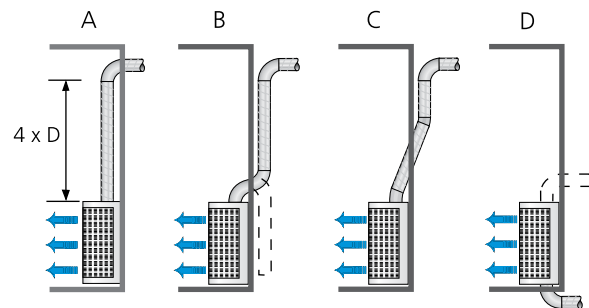

Рис. 4. Примеры влияния способа подключения терминала на уровень шума.
Следует иметь в виду, что в диаграммах выбора представлены характеристики при эквивалентной площади звукопоглощения 150 м², что означает весьма высокие скорости воздуха в терминале. Следует также определить правильное подключение воздухопроводов - без создания дополнительного шума. См. рис. 4.
- Значения дБ (А) приведены для помещений с звукопоглощением, эквивалентным площади 150 м² и на расстоянии 2 м от терминала, а также при прямом, без помех, участке подключенного воздуховода. См. рис. 4 для учета влияния типа подключения воздуховода на рост уровня шума.